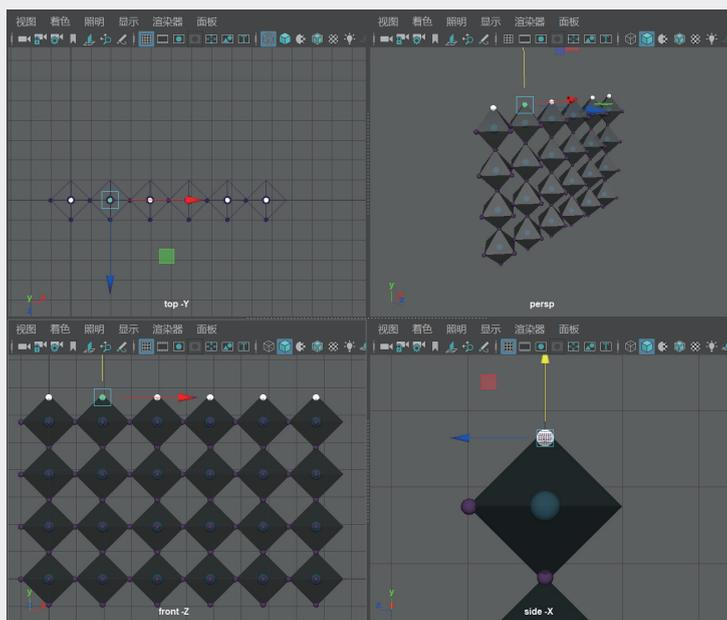

图3-19
**步骤9:** 复制得到需要的层数后，停止复制。注意，此时最外层的顶点缺一排原子，需要复制最下层的原子，并移至顶层，补上空缺，如图3-19所示。